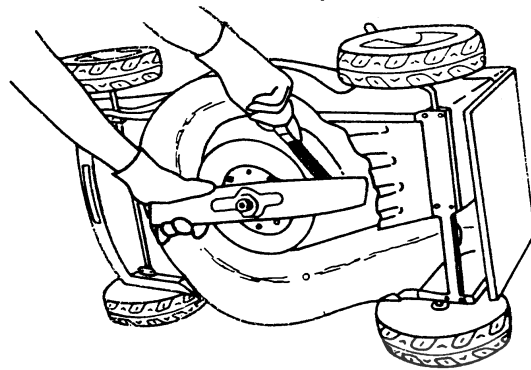

Fig. 20
HET SLIJPEN VAN HET MES (zie Fig. 20 & 21)
2. Draag een veiligheidsbril. Houd het mes zoals op Fig. 20.